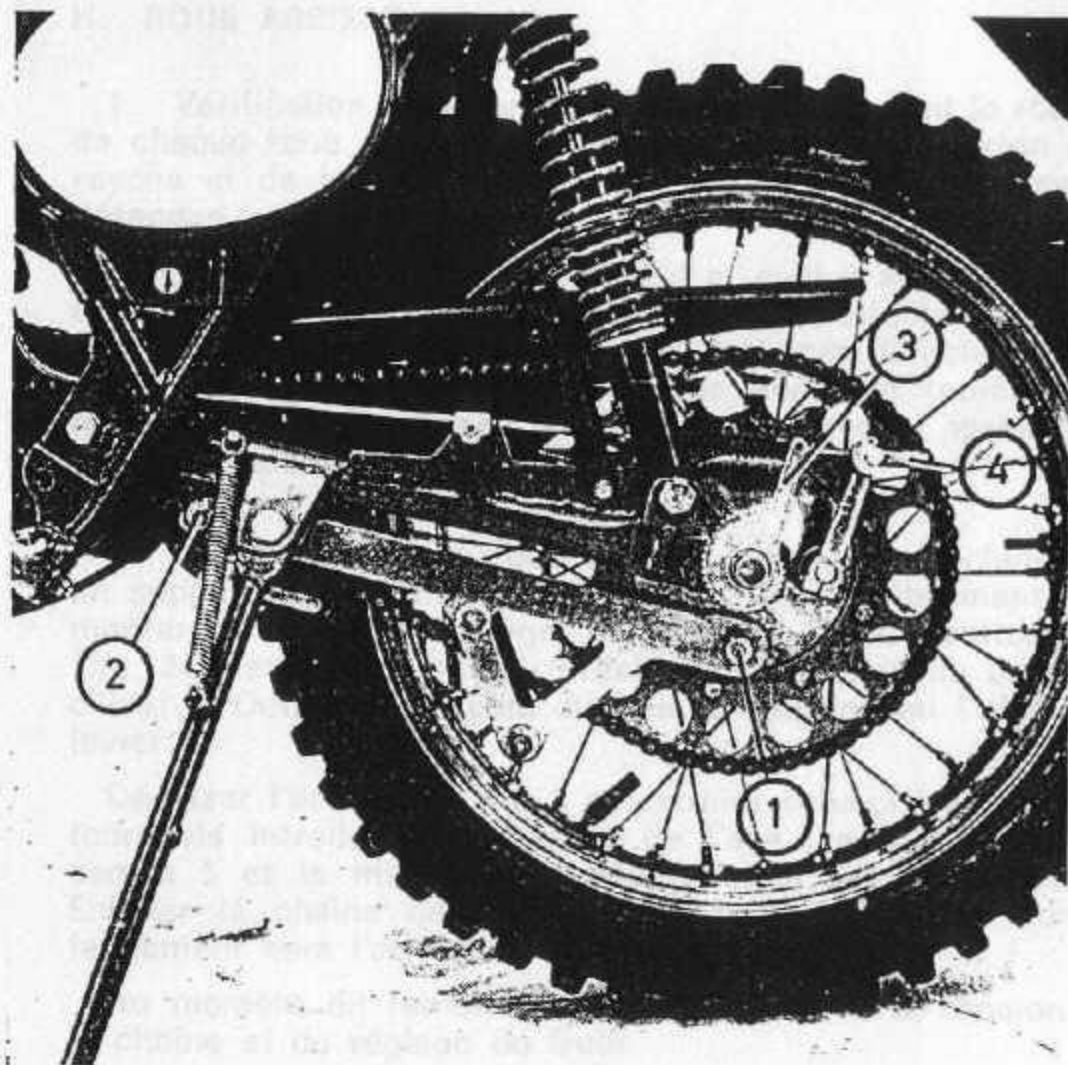

Fig. 23
Aflojar el eje de la rueda 3 (fig. 23 y anclaje 1.2). Actuar con las levas hasta conseguir la oscilación de 40 mm. en la cadena, asegurándose de que se apoyan bien los asientos del basculante. Una vez todo apretado, comprobar que el tensado es correcto, puesto que si la cadena se deja excesivamente tirante puede dañar el eje y piñón d salida del cambio de velocidades.
Desserrer l'axe de la roue 3 (fig. 23, ancrage 1.2). Agir sur les cames jusqu'à obtenir l'oscillation de 40 mm. de la chaîne, s'assurant que les assises du bras oscillant s'appuient bien. Une fois le tout resserré, s'assurer que la tension est correcte, car si la chaîne est trop tendue, elle peut endommager l'axe et le pignon de sortie de la boîte de vitesses.
Loosen the wheel axle 3 (fig. 23 and anchor plate 1.2). Rotate the cams until obtaining the 40 mm play in the chain, making sure that they seat properly against their flanges on the swinging arms. After all has been tightened, check that tension is correct, because if the chain is too tight, the engine shaft and sprocket may be damaged.
2. **Desmontaje de la rueda trasera.** Para ello soportar la máquina de manera que la rueda gire libremente. Desmontar el tirante anclaje del plato portazapatas 2 (fig. 23) aflojando previamente su fijación a la basculante 1. Soltar el cable del freno, presionando sobre la palanca 4.